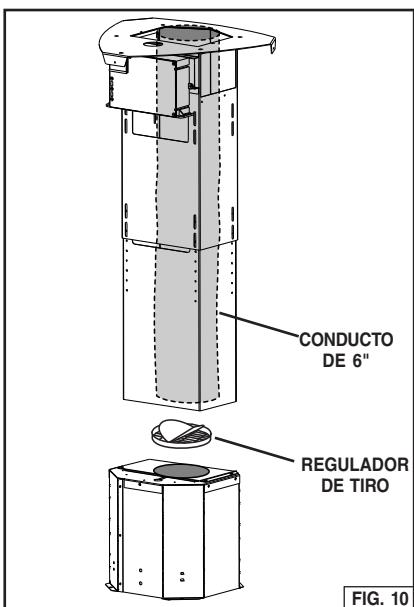

FIG. 10
3. Si la unidad está entubada, instale el regulador de tiro en la parte superior del soplador con las lengüetas hacia arriba. Fije el entubado en la altura requerida por el soplador y selle con cinta adhesiva. Fig. 10. Proceda al paso 5.